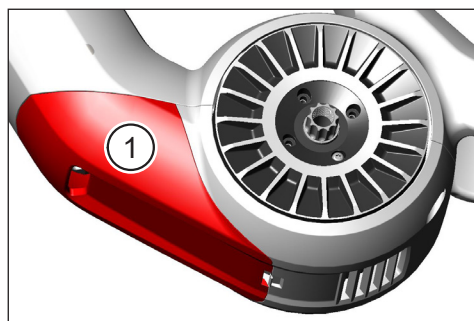

Fig. 8: Position de la SkidPlate
Pour retirer la batterie, vous devez enlever la SkidPlate (pos.1 dans Fig. 8).